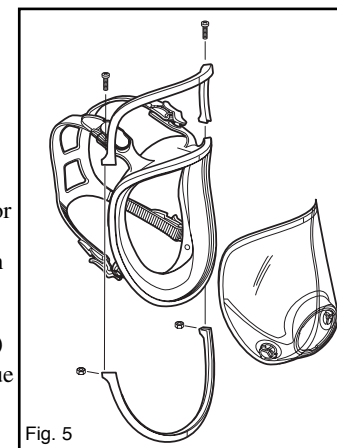

Fig. 5
2. Coloque en posición el marco inferior, alineando la marca central vertical y presiónelo en su lugar. (Fig. 5)